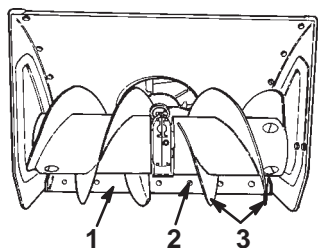

Figure 27
6. Placez un support sous les lames de la tarière pour qu'elles se trouvent au moins à 3 mm (1/8") du sol (Fig. 27).
8. Pour corriger la position de la lame racleuse, desserrez les boulons de carrossier qui la fixent au carter de tarière (Fig. 27), mettez-la à la hauteur voulue et resserrez les boulons.